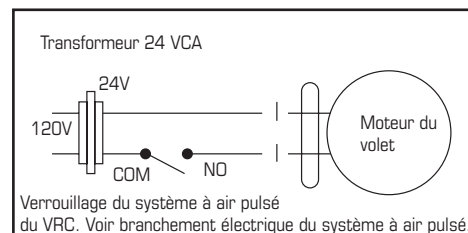

Figure 1
**Si le produit est installé de manière à ce que le propriétaire puisse l'éteindre, nous recommandons d'installer un volet motorisé entre l'air soufflé du produit et le conduit d'air de reprise du système à air pulsé qui se fermera lorsque le produit ne fonctionne pas. Voir la figure 1.**